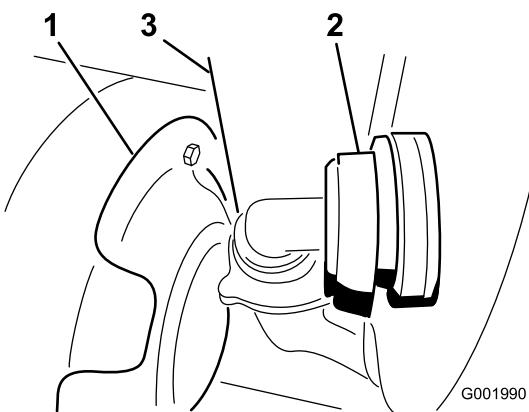

Figura 56
3. Desconecte la manguera situada en la cara delantera inferior del depósito (Figura 56).
**Nota:** Es posible que usted tenga que empujar hacia atrás el protector térmico (Figura 56) mientras retira la cubierta.
7. Conecte la manguera a la parte delantera del depósito (Figura 56).